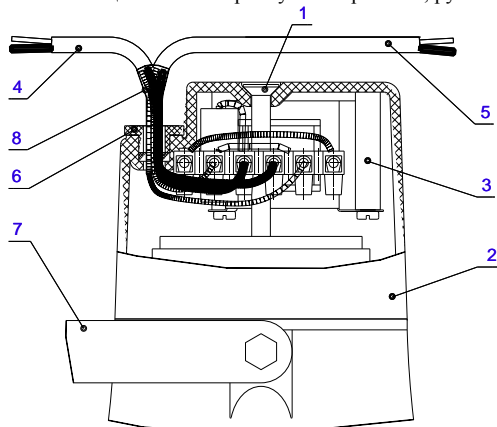
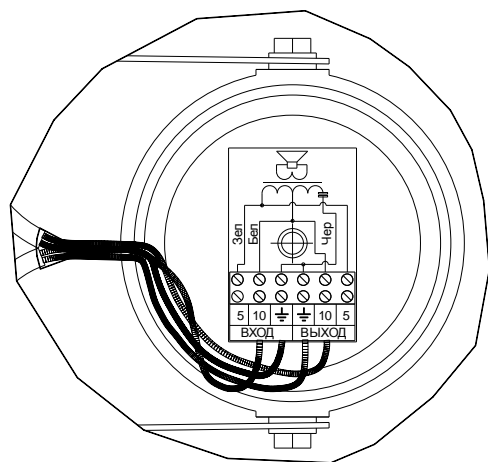
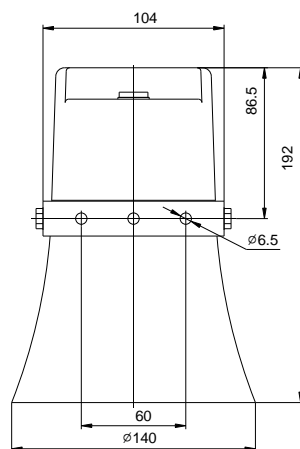

Рис.1
Рис.2
Рис.3
1. Открутите винты (1) и снимите крышку оповещателя (2), **рис.1**.
2. Подготовьте провода входной линии оповещения (4) и выходной линии (5). Для этого разделайте провода на отдельные проводники, сняв изоляцию длиной 10 см.
3. Наденьте термоусадочную трубку (8) на четыре проводника так, чтобы получить максимально круглое сечение и 1/3 ее части была надета на общую изоляцию. Нагрейте термоусадочную трубку для ее усадки и обжатия проводов.
4. Открутите гайку гермоввода (6). Через нее и отверстие в крышке оповещателя введите проводники таким образом, чтобы общая изоляция проводов прошла через резиновый уплотнитель. Закрутите гайку гермоввода.
5. Подключите проводники входной и выходной линии оповещения к колодке подключения (3), **рис.2**, руководствуясь выбранной мощностью.
6. По окончании подключения наденьте крышку (2) и закрутите винты (1).
7. Установите оповещатель на выбранную поверхность, руководствуясь данными **рис.3**.